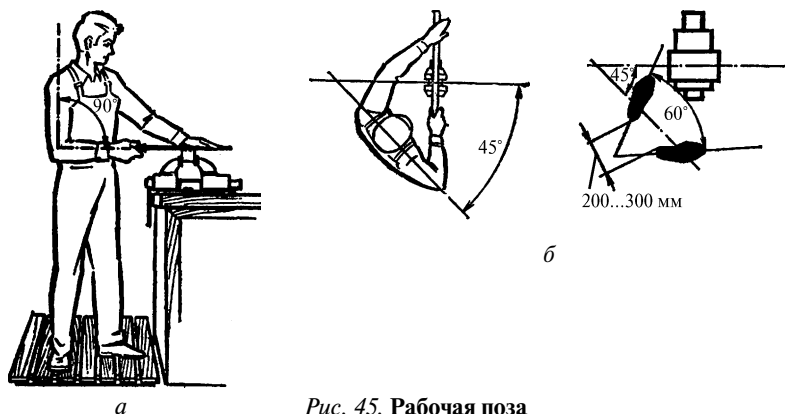

Рис. 45. Рабочая поза
- Рабочая поза. Рабочая поза считается правильной, если согнутая правая рука образует угол 90° между плечевой и локтевой частью (рис. 45а). Стоять нужно прямо, левая
нога выдвигается вперед, а правая отставляется в сторону для более прочной опоры. При этом корпус работающего должен располагаться под углом 45° к оси тисков (рис. 45б).